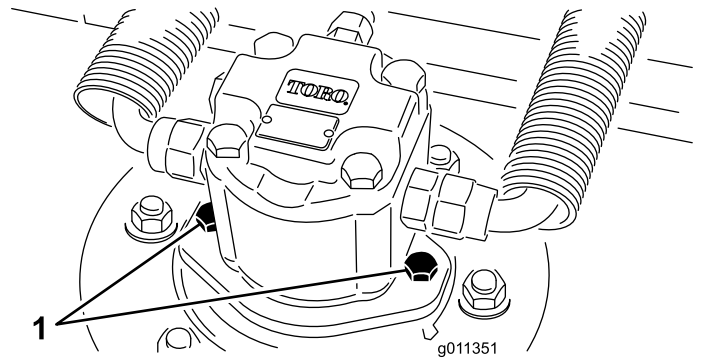

Figura 124
2. Desconecte y retire el motor hidráulico de la unidad de corte (Figura 124). Tape la parte superior del eje para evitar la contaminación.
3. Instale el motor hidráulico en la unidad de corte (Figura 124). Asegúrese de que la junta tórica está correctamente colocada y que no está dañada.